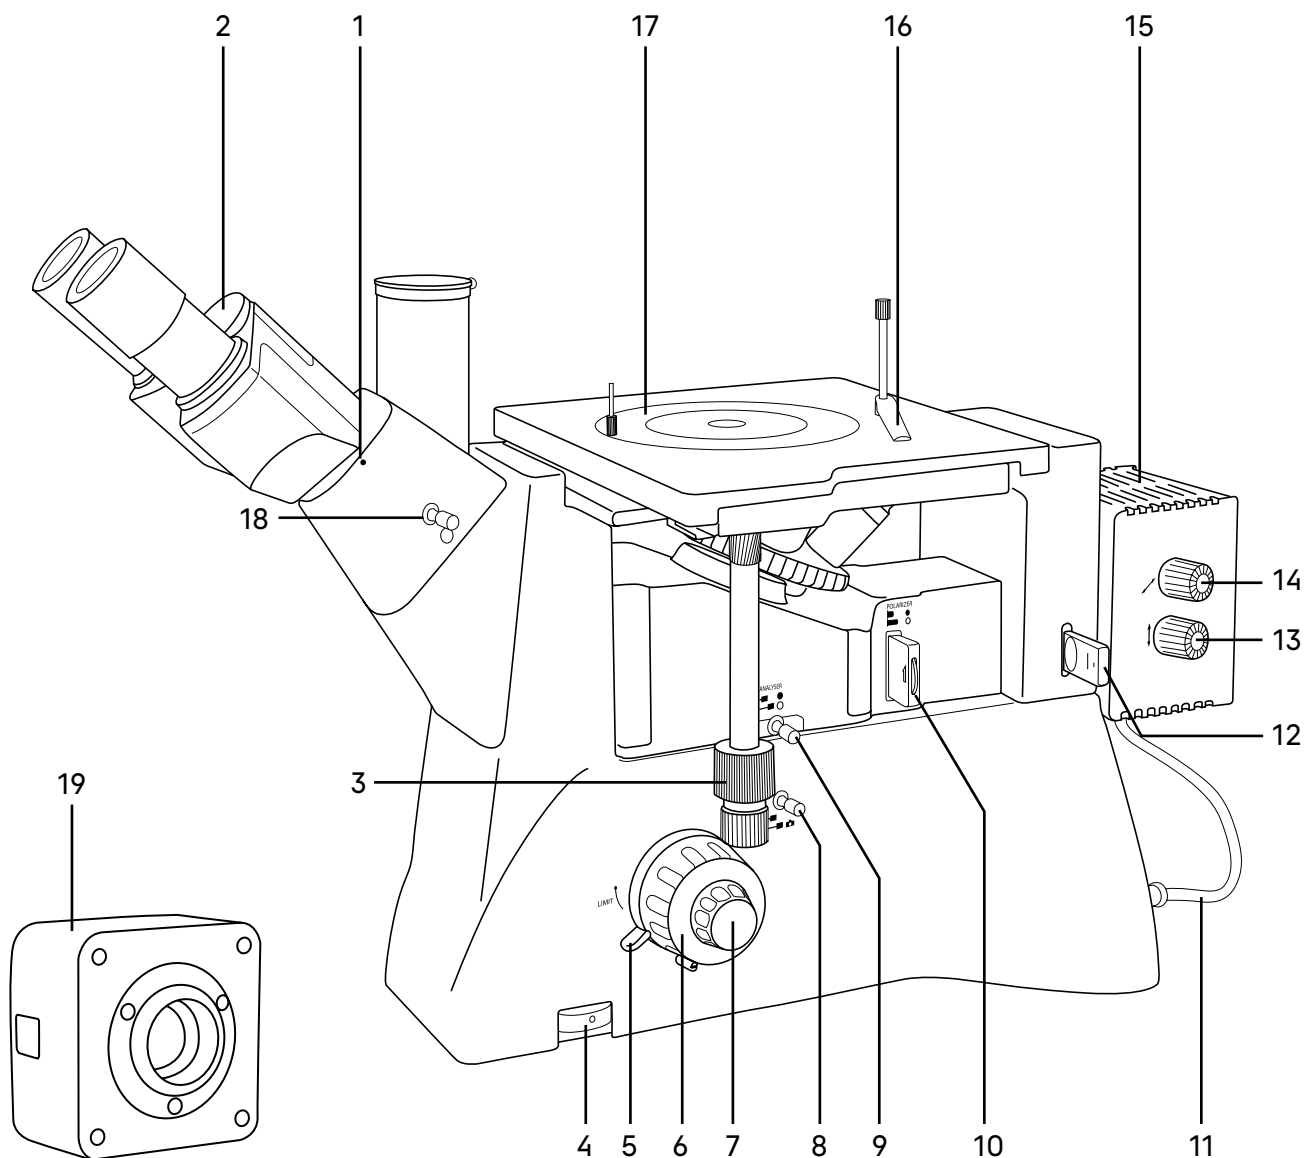

Рис. 2. Микроскоп MAGUS Metal VD700. Вид справа
- фонарь лампы 15 (рис. 2).
На правой боковой поверхности штатива расположен диск 4 (рис. 2) для регулировки напряжения питания источника света.
Механизм блокировки грубой фокусировки 5 (рис. 2) расположен с правой стороны. После завершения грубой фокусировки рекомендуется перевести рычаг в крайнее положение в направлении по часовой стрелке. Таким образом закрепится положение грубой фокусировки для быстрой рефокусировки после смены препарата.
Тринокулярная визуальная насадка обеспечивает визуальное наблюдение изображения объекта. Насадка закреплена на штативе 3 (рис. 1). В гнездо насадки устанавливается блок окулярных тубусов 2 (рис. 1) и закрепляется винтом 1 (рис. 2). При установке поверните тубусы вверх или вниз для удобства наблюдения.
Изменение межзрачкового расстояния в насадке осуществляется разворотом окулярных тубусов в пределах 48–75 мм. Значение расстояния, установленного в соответствии с глазной базой наблюдателя, отсчитывается по шкале 2 (рис. 2) на насадке.
В вертикальный тубус 15 (рис. 1) корпуса визуальной насадки (канал визуализации) с помощью переходника C-mount устанавливается система визуализации с монитором. Переключение светового потока на вертикальный тубус производится рукояткой 8 (рис. 2) и 18 (рис. 2). Рукоятка имеет два положения: 100/0 и 50/50.
Двухкоординатный механический предметный столик 14 (рис. 1) закреплен на штативе. Перемещение столика осуществляется рукоятками 3 (рис. 2).
На задней стенке штатива микроскопа находится соединительный переходник. На него устанавливается фонарь галогенной лампы 15 (рис. 2).
Регулировка положения лампы относительно оси осуществляется рукоятками 13, 14 (рис. 2).
Для проведения наблюдений в поляризованном свете микроскоп оснащен устройством простой поляризации, которое включает в себя съемные анализатор 9 (рис. 2) и поляризатор 10 (рис. 2). Поляризатор вращается в диапазоне 0–360°. Анализатор выполнен в виде пластины и не оснащен поворотным диском.
В комплект микроскопа входит слайдер со светофильтрами 12 (рис. 2). Слайдер имеет 5 положений: желтый, синий, матовый, зеленый фильтры, а также свободное отверстие. Светофильтры помогают правильно настроить цветопередачу в зависимости от образца исследования, улучшить цветовой баланс и повысить контрастность и яркость изображения.